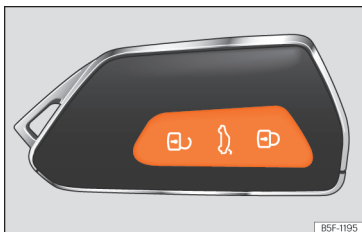

Abb. 73 Funkschlüssel: Tasten
- Verriegeln: Drücken Sie die Taste  **>>> (Abb. 73).**